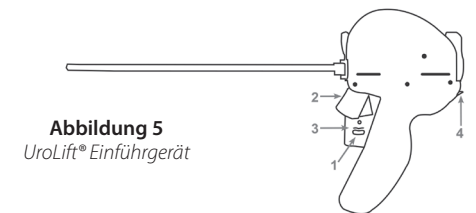

Abbildung 5
3.1 Den Nadelsicherheitsverschluss (**Schritt 1, Abbildung 5**) entriegeln.
3.2 Den Nadelauslöser leicht herunterdrücken, um die Nadel auszufahren (**Schritt 2, Abbildung 5**).
3.3 Wenn die Nadel vollständig ausgefahren ist, den Retraktionshebel herunterdrücken (**Schritt 3, Abbildung 5**), um die Nadel ganz zurückzuziehen und die Kapselnase zu setzen. Den Retraktionshebel noch einmal drücken, um sicherzustellen, dass die Rückzugbewegung vollendet wurde. Durch diese Aktion wird die Kapselnase aus der Spitze der ausgefahrenen Nadel freigegeben und anschließend zurück zur Capsula prostatica gespannt, bis sie auf der Kapseloberfläche aufliegt. Die Nadel befindet sich nun in der eingefahrenen (nicht freigelegten) Position innerhalb des Einführgeräts. Wenn kein vollständiger Rückzug erreicht wird, Schritt 5.1 folgen, um den Retraktionshebel manuell freizugeben.
! VORSICHT: Beim Herunterdrücken des Retraktionshebels nicht den Harnröhrenfreigabeschalter berühren. Wird der Harnröhrenfreigabeschalter berührt (**Schritt 4, Abbildung 5**), während der Retraktionshebel heruntergedrückt wird, kann versehentlich das Harnröhrenendstück freigesetzt und der Faden abgeschnitten werden.